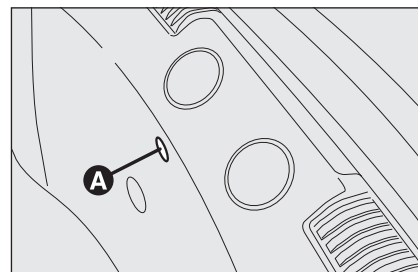
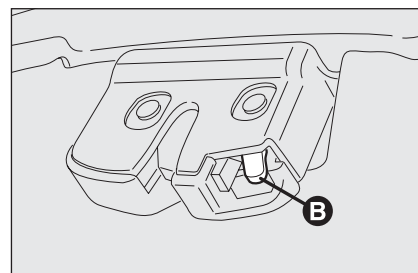

fig. 4
fig. 5
- prelevare il cacciavite dal contenitore attrezzi e, operando all'interno del bagagliaio (sulla parete posteriore), introdurlo all'interno della sede **A-fig. 4** e successivamente agire sulla levetta **B-fig. 5**.